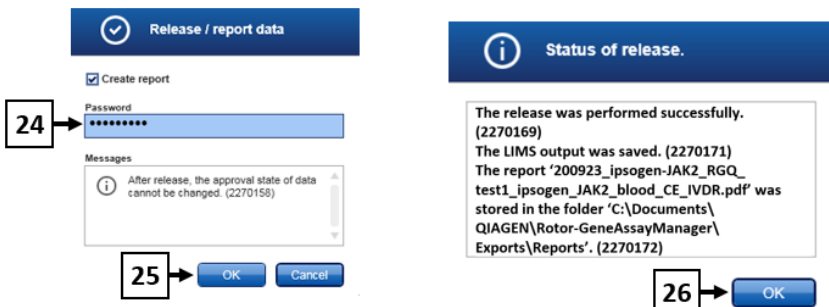

Figura 20. Desbloqueo e informe de datos. 24: Contraseña de usuario. 25-26: Botón OK (Aceptar) para seleccionar.
- Introduzca una contraseña si es necesario, marque la casilla **“Create report”** (Crear informe) y haga clic en **“OK”** (Aceptar) (Figura 20, casillas 24 y 25). El informe se generará en formato .pdf y se guardará automáticamente en la carpeta predeterminada.
- Cierre el archivo PDF y vuelva a Rotor-Gene AssayManager. Haga clic en **“OK”** (Aceptar) cuando se le indique (Figura 20, casilla 26).